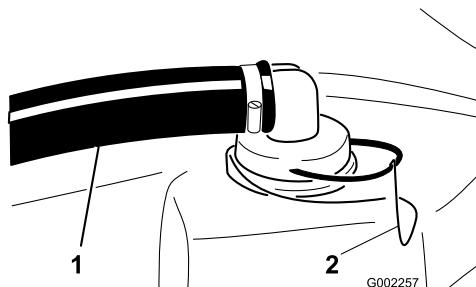

Figura 63
- Retire a fixação do encaixe vermelho colocado na tubagem mais larga na parte superior do depósito (Figura 63).
- Retire a tubagem do depósito (Figura 63).